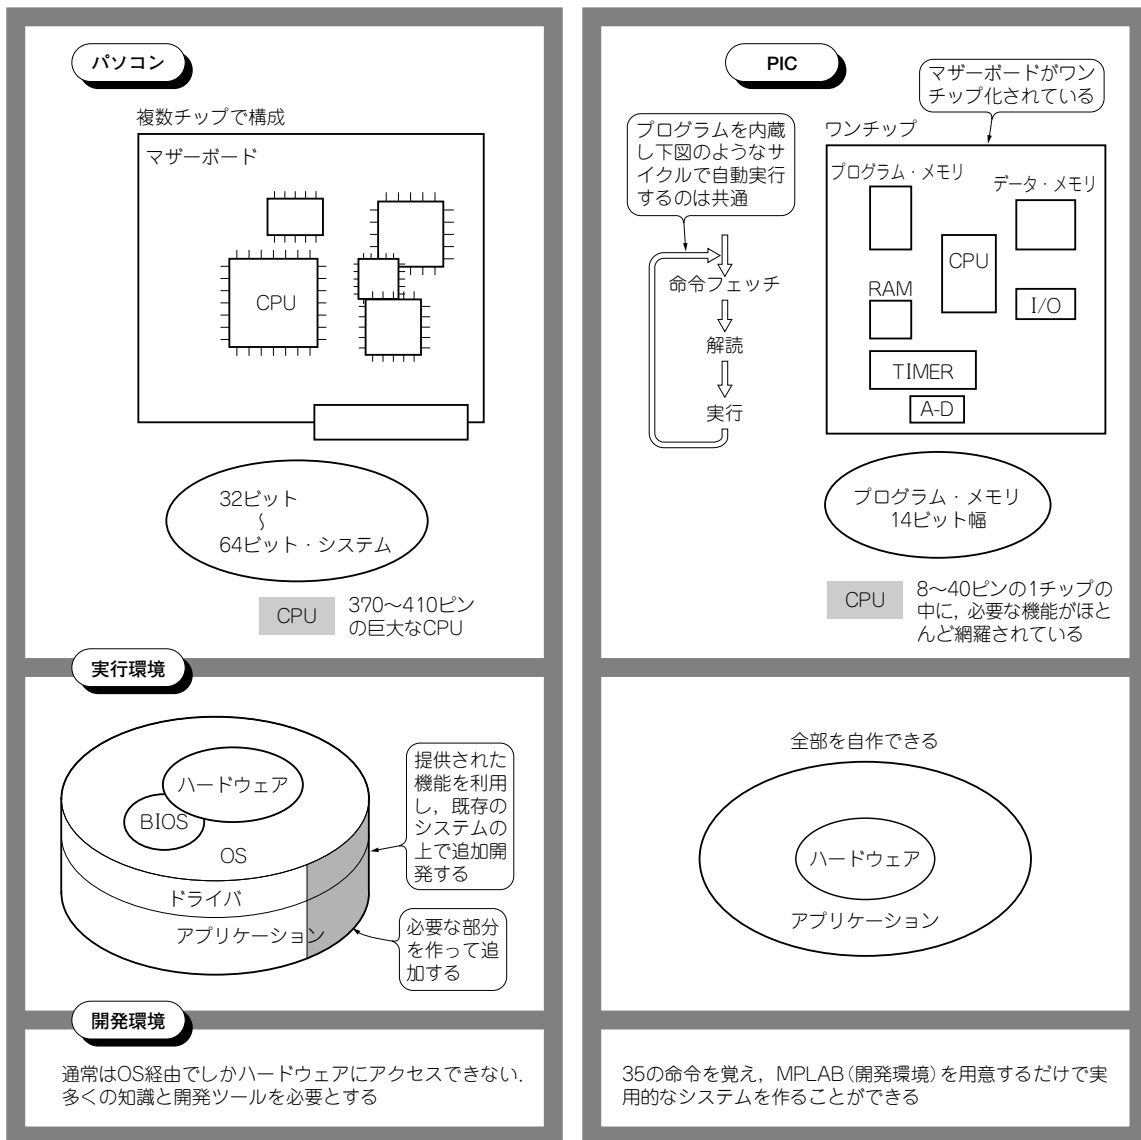

図1-5 コンピュータ・システムの開発環境
① プログラムを内蔵し、そのプログラムを読み込み、解読、プログラムの指示通り忠実に実行する。完了したら次の命令を読み込み、解読、実行のサイクルを自動的に進行する。
② 期待通りの活動を行わせるためには、要求を実現するための詳細なプログラムを作る必要がある。当然、このような基本的な動作は、共に同じように動きます。したがって、図1-5に示すように、パソコンもPICもシステム開発の要件は同じような項目になります。
パソコンで使用されているコンピュータのシステムは、CPUチップ、周辺装置との仲立ちなどを行うチップセット、メモリなどで構成されたマザーボードと周辺インターフェースで本体が構成されています。パソコンのふたを開けると必ず目に付くマザーボード、この機能が、PICではほとんどすべてワンチップの中に盛り込まれています(図1-5)。